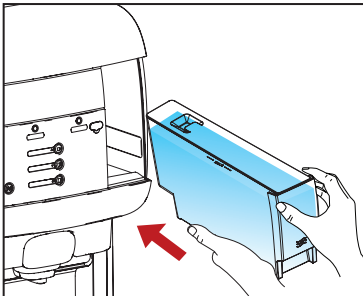

Abb. 4
4. Den Wassertank bis zur MAX-Markierung mit frischem sauberen Wasser auffüllen und in das Gerät einsetzen (siehe Abb. 4).